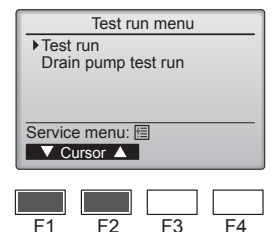

Fig. 8-2
- ② Wählen Sie „Test run“ (Testlauf) aus dem Testlauf-Menü, und drücken Sie die [AUSWAHL]-Taste. (Fig. 8-2)
- ③ Der Testlauf beginnt, und der Testlaufbildschirm wird angezeigt.